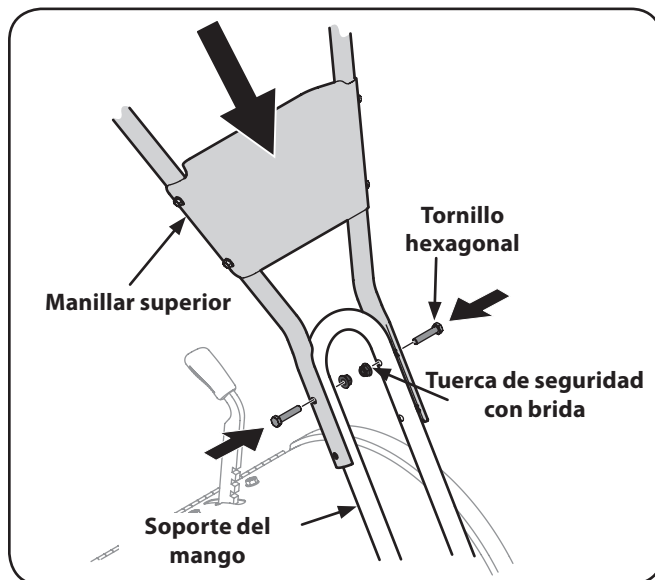

Figura 3-2
- Utilizando los dos tornillos hexagonales y las dos tuercas de seguridad con brida, acople sin apretar el soporte del manillar utilizando los orificios superiores. Apriete los dos tornillos con firmeza. Vea la Figura 3-2.